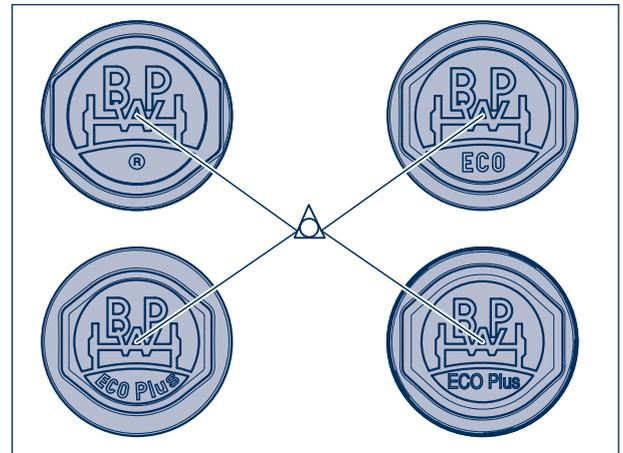

Figure 1
Pour les suspensions ayant des capuchons d'essieux neufs, (gaufrés ®, ECO ou ECO Plus sous le logo BPW) (figure 1), ainsi que pour l'ECO Plus 3, les capuchons d'essieux doivent seulement être dévissés de l'essieu de référence.
- [1] Pour des capuchons d'essieux plus anciens que celui représenté en figure 1, dévissier les capuchons de moyeu et enlever la graisse sur le moyeu.
- [2] Visser les adaptateurs (1) (no BPW - voir chapitre 2) sur les moyeux de l'essieu de référence, monter les deux barres de mesure (2) et relever l'essieu jusqu'à ce que les deux roues puissent tourner librement.